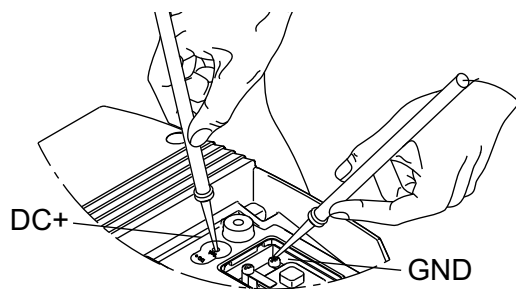

Рис. 41 Проведите измерения в соответствии с описанием раздела 6.1 *Проверка безопасности разряженного промежуточного контура*
2. Подождите столько времени, сколько указано на предупредительной надписи под крышкой клеммной коробки, или обратитесь к разделу 6.1 *Проверка безопасности разряженного промежуточного контура.* См. рис. 41.